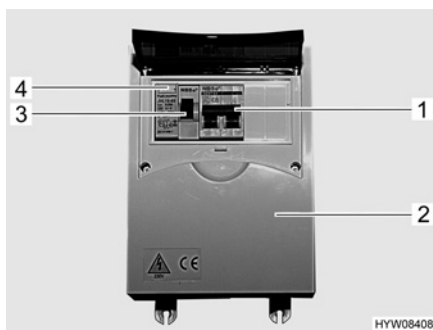

Bild 73 230-V-Sicherungskasten mit Leitungsschutzschalter und FI-Schalter
- Leitungsschutzschalter (Bild 73,1) im Sicherungskasten (Bild 73,2) ausschalten.
- Wenn das Fahrzeug an die 230-V-Versorgung angeschlossen ist, die Prüftaste (Bild 73,4) des Fehlerstrom-Schutzschalters (FI-Schalter) (Bild 73,3) im Sicherungskasten (Bild 73,2) drücken. Der Fehlerstrom-Schutzschalter muss auslösen.
- Den Leitungsschutzschalter (Bild 73,1) im Sicherungskasten (Bild 73,2) ausschalten.